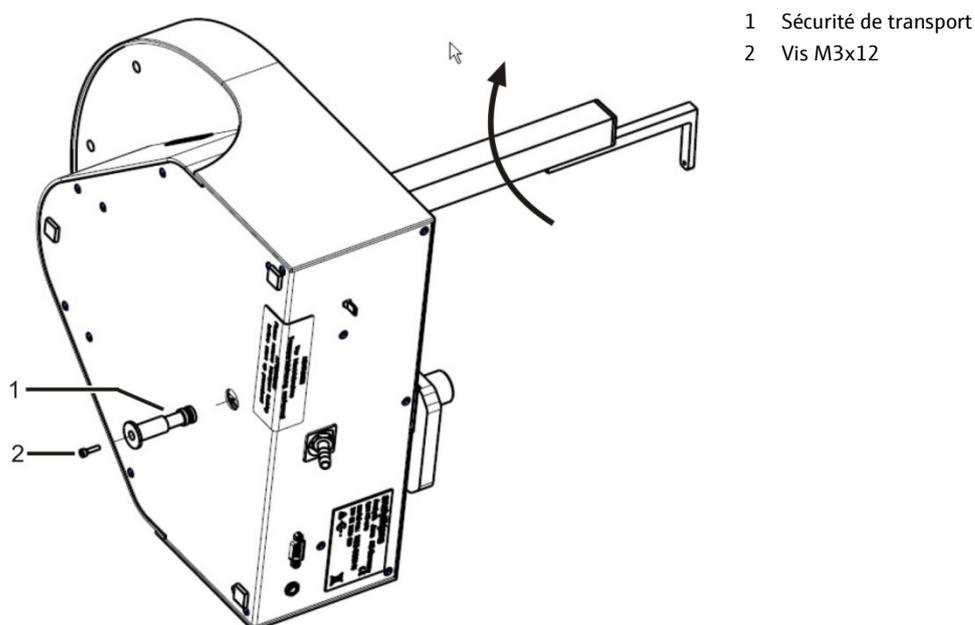

Fig. 59 Sécurité de transport sur la face inférieure de l'AS vario
1. Poser le passeur d'échantillon sur le côté (voir Fig. 59).
4. Visser la vis (2 dans Fig. 59) à l'aide de la clé Allen incluse.